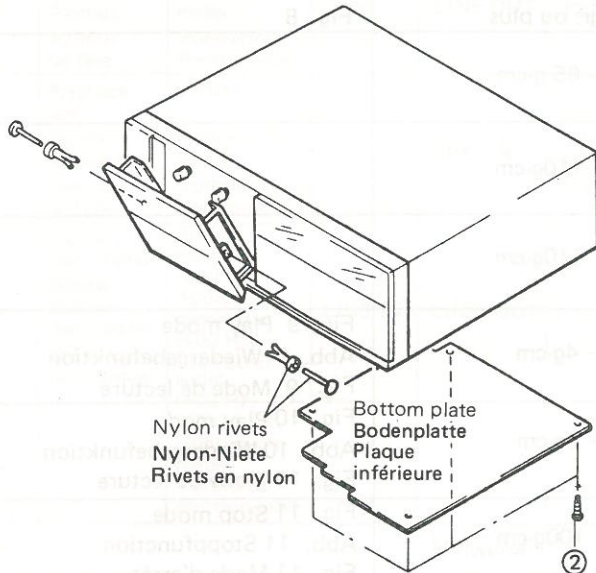

Fig. 2 Abb. 2
Remove 4 screws ② (Fig. 2).
Press the eject button to open the cassette lid, and then remove 2 nylon rivets (Fig. 2).
Die 4 Schrauben ② ausdrehen (Abb. 2).
Die Auswurf Taste drücken, um den Cassettenschachtdeckel zu öffnen; danach die beiden Nylon-Niete entfernen. (Abb. 2).
Retirer les 4 vis ② (Fig. 2).
Appuyer sur la touche d'éjection pour que la trappe à cassettes s'ouvre et retirer les 2 rivets en nylon. (Fig. 2).